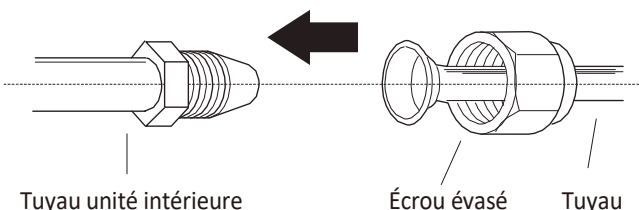

Fig. 5.7
1. Aligner le centre des deux tuyaux à raccorder. Voir Fig. 5.7.